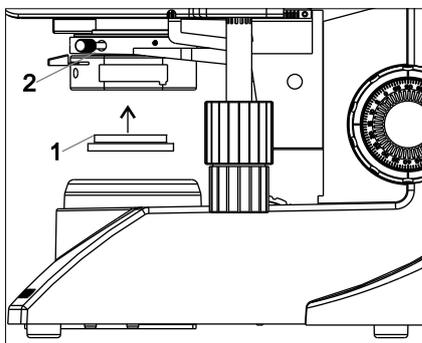

Fig. 7
- Montare il filtro (1) nella parte inferiore del condensatore (2) fino a quando non scatta in posizione, (Figure7).